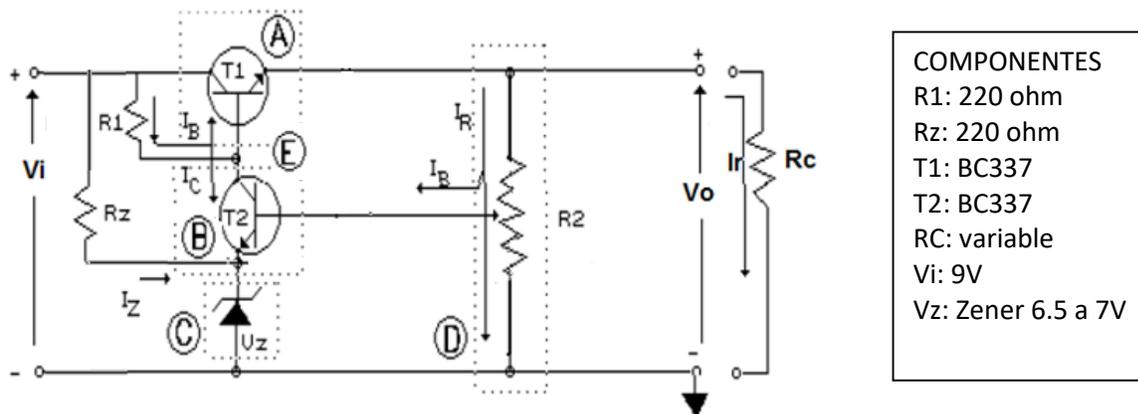

Figura 8: Circuito regulador serie. (Los componentes pueden cambiar según la regulación)
Para evaluar la regulación serie se analiza el circuito de la figura 8. Se determinarán los valores correspondientes a las variables V_i , V_o , I_r e R_c .
Tabla 1. Valores obtenidos de la experiencia correspondiente al circuito Figura 8
1. Construya el circuito de la figura 8 y verifique el funcionamiento.
- Armar el circuito eléctrico de la figura 8. (Simulación).